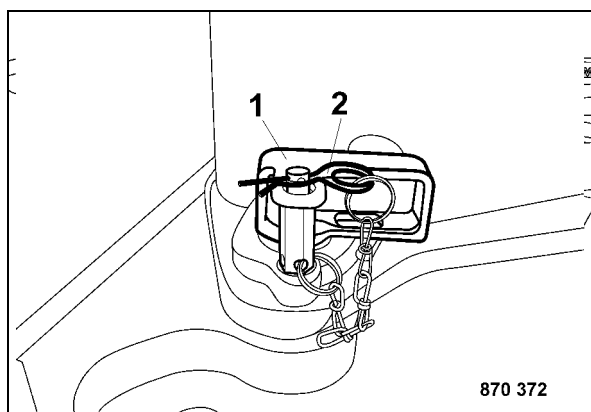

Fig. 116
- Assicurare il fermo dello snodo articolato (1) con una copiglia di sicurezza (2) (Fig. 116).